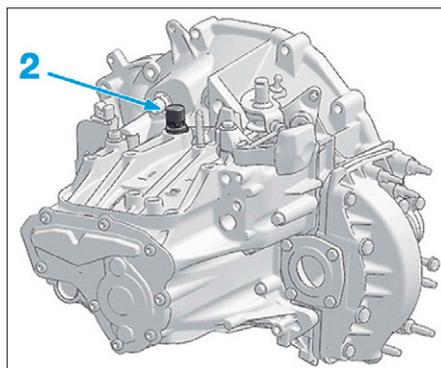

FIG. 3
- Déposer l'orifice de mise à l'air libre (2) (Fig.3).
- Reposer l'orifice de mise à l'air libre (2).